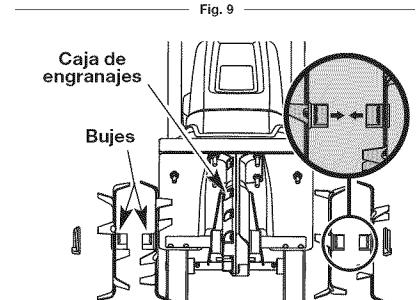

Fig. 10
6. Coloque los dientes nuevos deslizándolos en su lugar con los bujes mirando uno hacia el otro. Asegúrandose de que las flechas de rotación queden mirando hacia la caja de engranajes al instalar los dientes en el eje de dientes izquierdo y en sentido contrario a la caja de engranajes en el caso del eje de dientes derecho (Fig. 10).